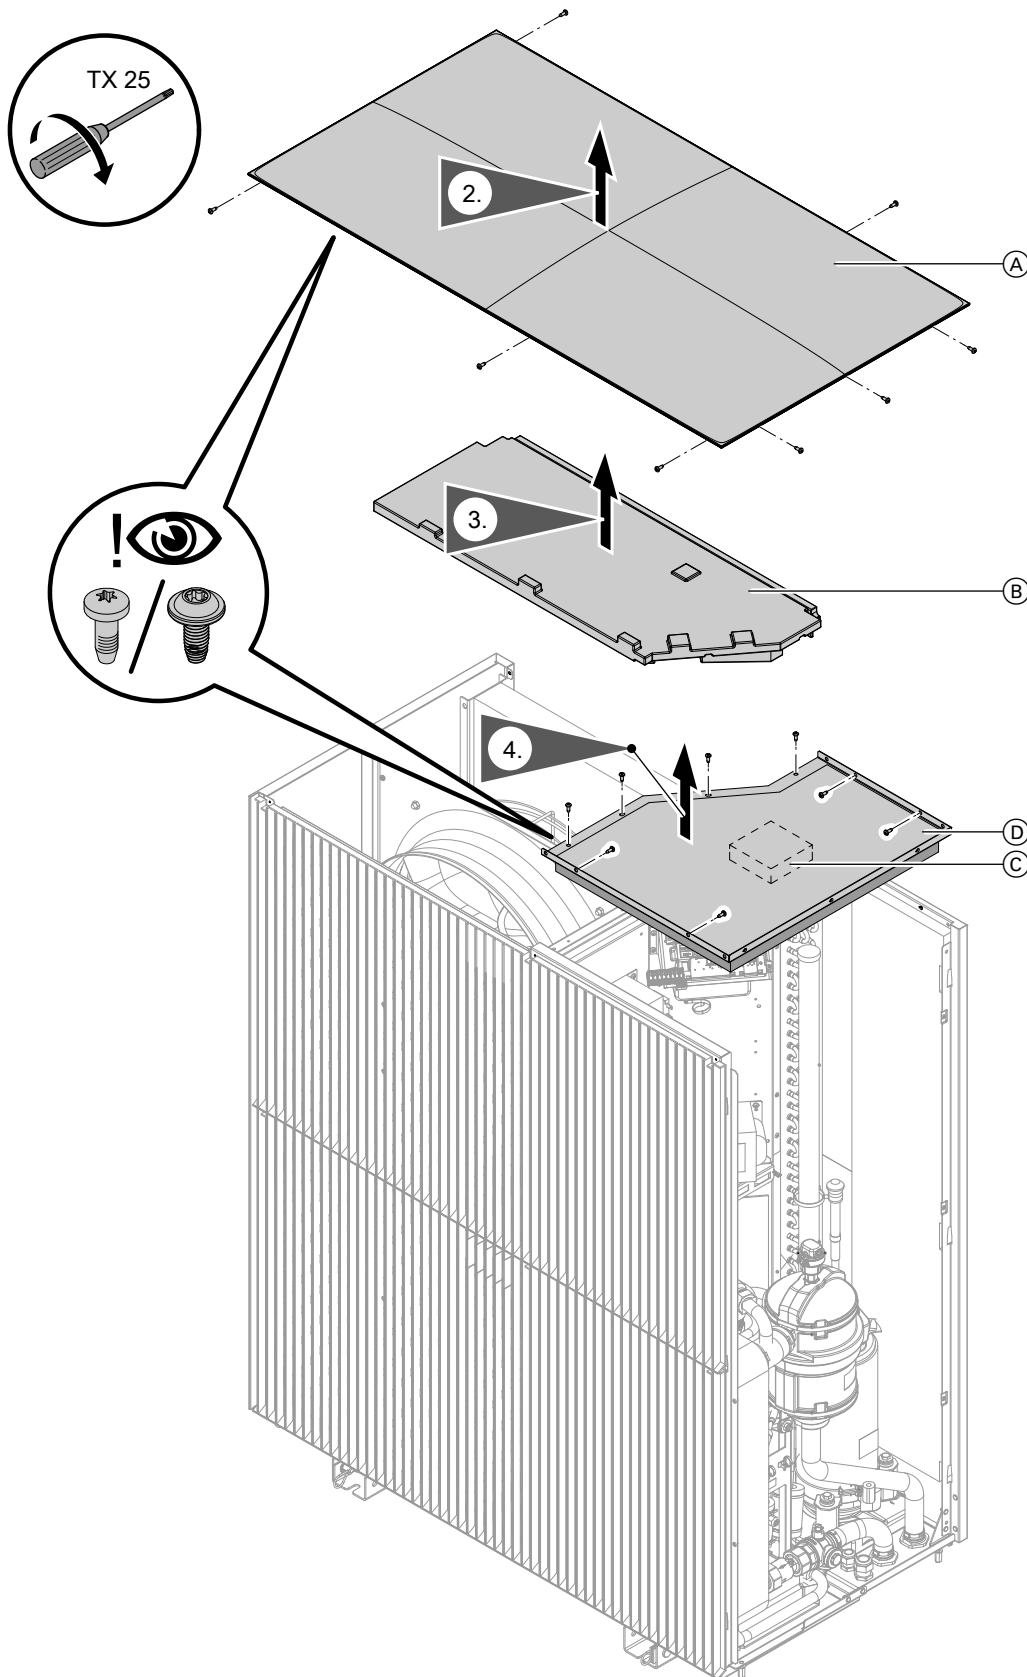

Abb. 121
7. Deckel abbauen: Siehe Abb. 121.
2. Deckel abbauen: Siehe Abb. 121.